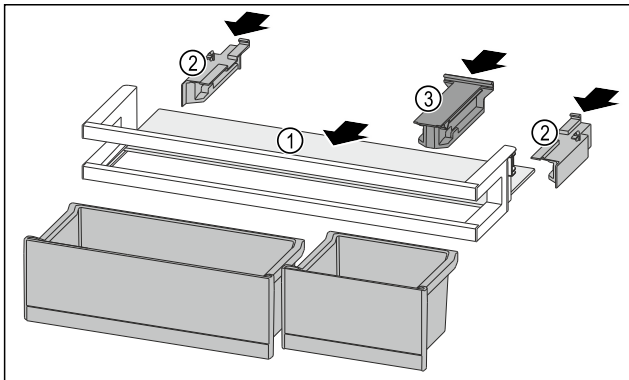

Fig. 94
- ▶ Insérer la tablette de rangement Fig. 94 (1) dans les évidements latéraux.
- ▶ Installer les parties latérales Fig. 94 (2).
- ▶ Installer la pièce de retenue Fig. 94 (3).